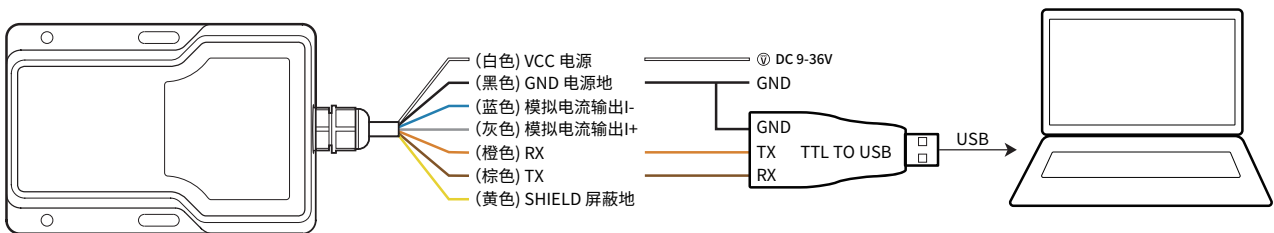

图 2. L3s/L3s-Filled 接线图
1. 按照图 2 所示，白色的线接 DC 9-36V 直流电源正极，黑色的线接电源负极 / 串口地的 GND；